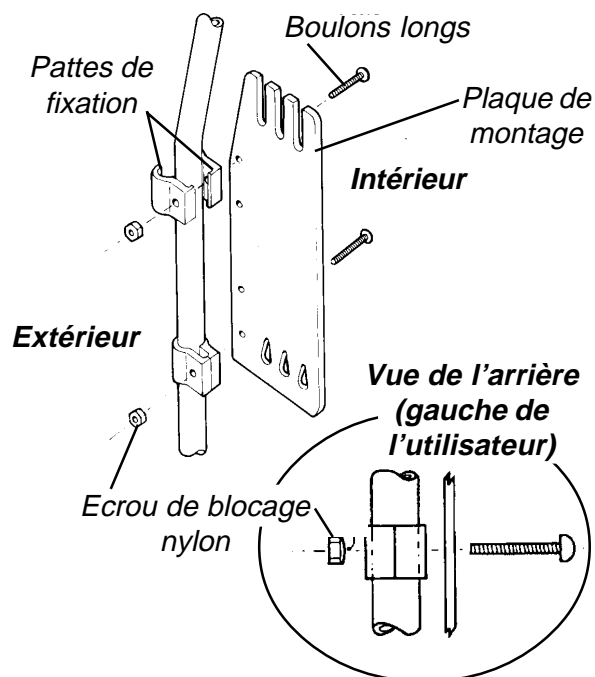

FIG. 2 INSTALLATION DE PERSONAL BACK AVEC ENSEMBLE A PINCES – INSTALLATION STANDARD SUR FAUTEUIL ROULANT (TUBES DIAM. 22 OU 25 MM)
### Installation sur fauteuils roulants avec tubes de dossier de 25 mm de diamètre (FIGURE 2)
1. Insérer deux boulons longs (par l'intérieur) dans les petits trous appropriés de la plaque de montage, ensuite dans les pattes de fixation (se reporter à la FIGURE 2).